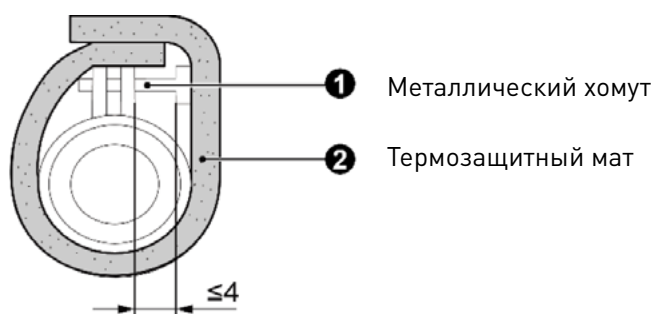

Рис. 4.3.3
- (3) Оберните хомут и шланг изолирующим материалом – см. рис. 4.3.3.